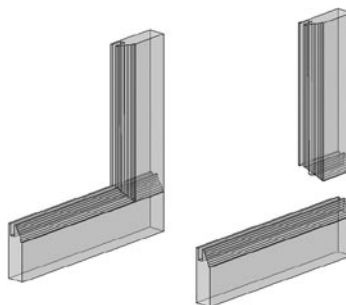

Figure 8.16
- » **Le raccord des moulures par contre-profil** (fig. 8.16) est obtenu par la réalisation dans l'arasement de la forme en négatif de la moulure. Le raccord de ses deux formes (moulure et contre-profil) donne l'aspect d'une coupe d'onglet.